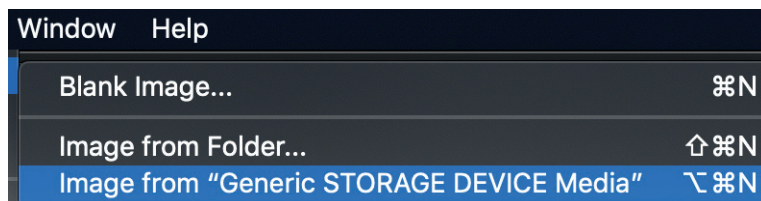

Рис. 5.11. Образ диска из STORAGE DEVICE
- В следующем открывшемся меню выберите **Image from <your storage device>** (Образ диска из <ваше устройство хранения>) (рис. 5.11).